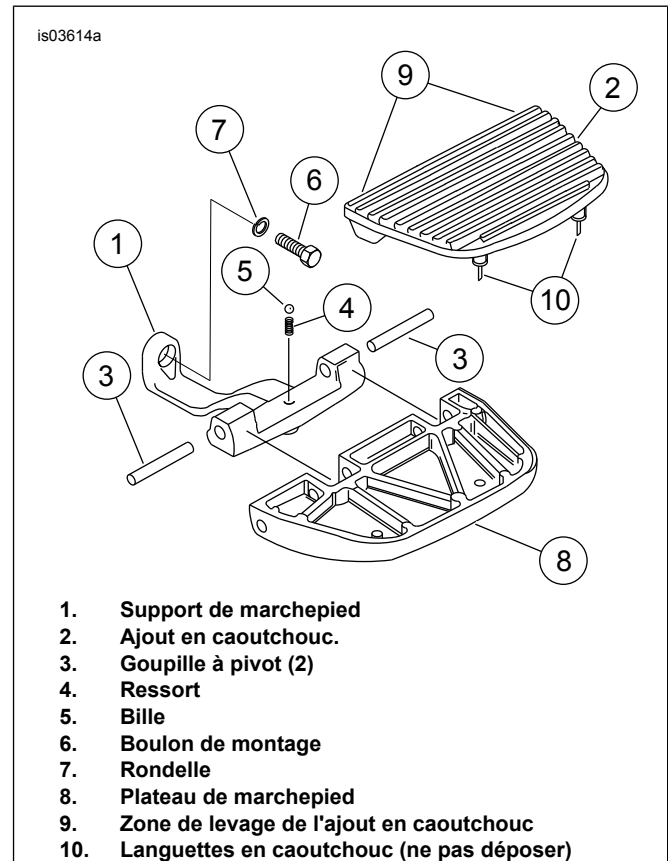

Figure 1. Montage des marchepieds de série
2. Voir Figure 1. Déposer le marchepied (8) des supports de marchepied en soulevant avec précaution les coins internes de l'ajout de marchepied en caoutchouc (9) pour exposer les goupilles à pivot. Ne pas déposer l'ajout de marchepied du plateau de marchepied en raison de la difficulté d'installation.
3. Déposer les goupilles à pivot (3) en les poussant vers l'extérieur du marchepied jusqu'à ce que ce dernier soit dégagé des ergots de montage. Il faut savoir que les ressorts (4) et les billes (5) peuvent tomber lors de la dépose du plateau de marchepied.
4. Déposer les ressorts (4) et les billes (5). Les conserver pour l'installation.